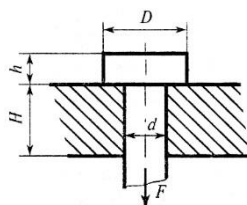

Рис.6. Болтовое соединение.
7. При испытании на растяжение стального образца диаметром $d = 10 \text{ мм}$ и длиной $\ell_0 = 100 \text{ мм}$ растягивающая сила составила $F = 15 \text{ кН}$, образец удлинился на величину $\Delta \ell = 0,0954 \text{ мм}$. Определить модуль продольной упругости материала (E).
9. Болт был нагружен растягивающей силой. Определить величину расчётной площади среза головки болта под действием силы F. Геометрические параметры болтового соединения (см рис.6.) $H = 25 \text{ мм}$, $h = 10 \text{ мм}$, $d = 12 \text{ мм}$, $D = 20 \text{ мм}$